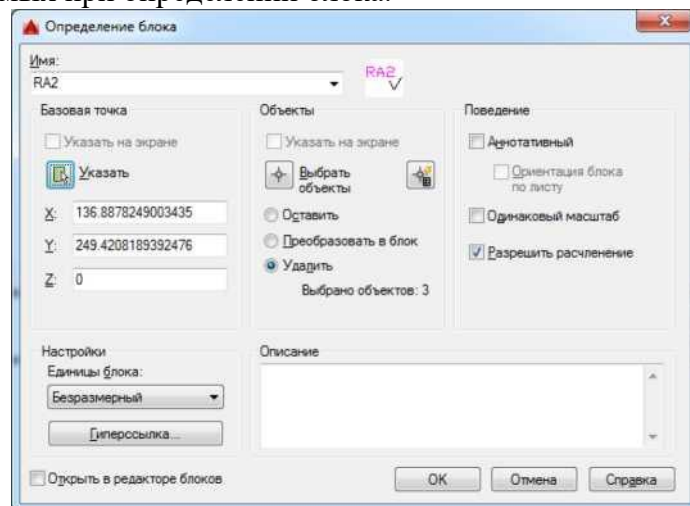

Рис. 8
7. Пока не создан блок, атрибуты можно копировать, размещать их около других блоков и изменять их с помощью команды "Свойства". Скопируйте только что созданный атрибут, разместите и отредактируйте его (двойной щелчок на атрибуте) в соответствии с рис.6 и 7. Приступим к созданию блоков. Перенесите все объекты, которые будут входить в блоки на слой "0". Выберите пункт меню Рисование ^Блок^ Создание... (или щелкните на пиктограмме "Создать" панели инструментов). Откроется диалоговое окно Определение блока, показанное на рис. 8. В текстовом поле "Имя" введите имя блока **RA2**. Нажмите кнопку "Выбрать объекты". Временно Вы возвратитесь к своему чертежу. Выберите объекты - два отрезка и атрибут RA2 (см. рис.7). Щелкните на кнопке "Указать" (базовую точку) и с помощью объектной привязки выберите точку - вершину угла. В поле "Единицы блока" выберите безразмерные единицы. Флажок *Удаление* включен для удаления с экрана объектов, входящих в блок. Это дает возможность дополнительного контроля за допущенной повторно.